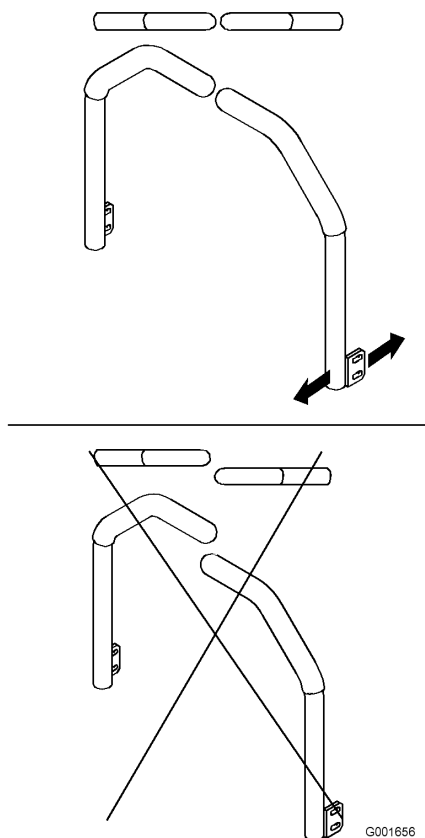

Figure 47
4. Réglez l'alignement avant/arrière des leviers en les plaçant simultanément à la position point mort puis faites-les coulisser jusqu'à ce qu'ils soient alignés, puis serrez les boulons (Figure 47).